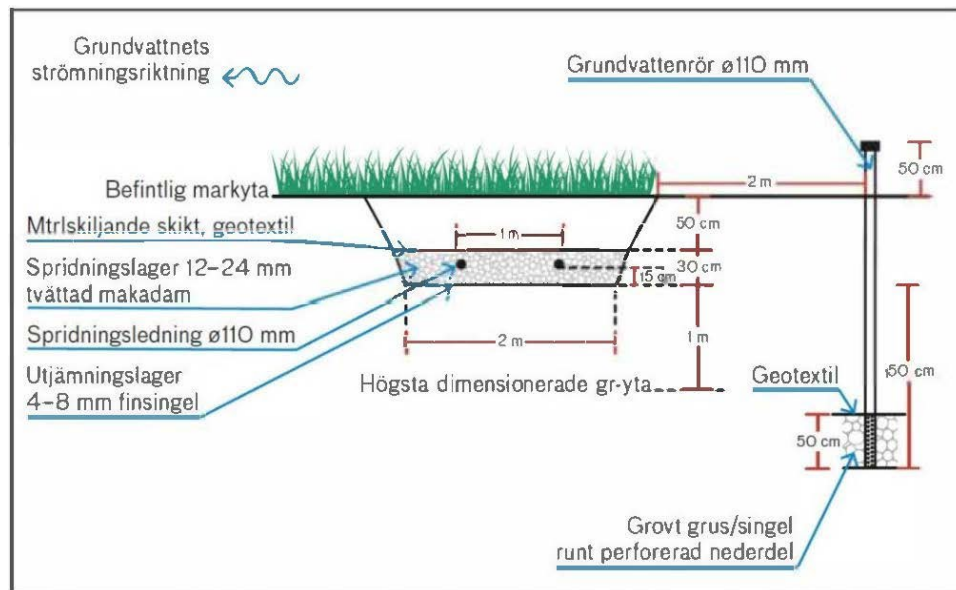

Figur 1 Detaljritning, permanent kontrollpunkt för grundvatten vid infiltration
- Botten på röret bör ligga minst 140 cm under infiltrationsnivån, se figur 1 och 2.